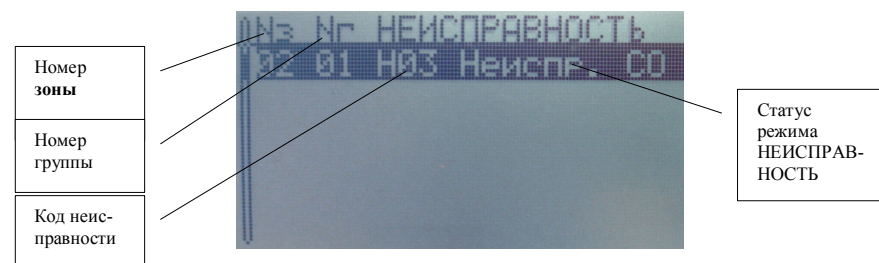

Рис.7 Меню НЕИСПРАВНОСТЬ вызываемое по кнопке «3»
- меню НЕИСПРАВНОСТЬ (рис.7), по кнопке «3»;
- меню направлений НЕИСПРАВНОСТЬ. См. рис.7;